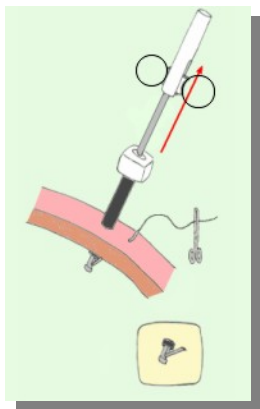

Figura 3
3) Attraversare la parete addominale, facendo trazione sul manico mantenendo la posizione di "aperto" e far fuoriuscire l'ago dalla superficie cutanea, eventualmente aiutandosi con gli anelli di una forcipe o simile per mantenere tesa la cute ed esercitare una contropressione alla fuoriuscita dell'ago. Afferrare il capo del filo di sutura con un Klemmer (Figura 3).